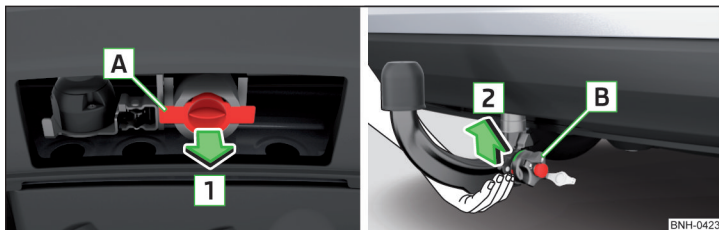

Fig. 220 Scoaterea clapetei pentru locașul de fixare/introducerea tije cuplei
- » Pentru **pregătirea montării**, scoateți clapeta de la locașul de fixare **A**, în sensul săgeții **1** » fig. 220.
- » Pentru **montare**, apucați tija cuplei **de jos** » fig. 220.
După demontarea tije cuplei, montați clapeta pentru locașul de fixare **A** în sens opus săgeții **1** » fig. 220 la pagina 190.